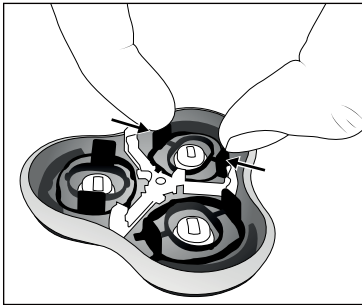

Fig. 3
- 2) Tryk de to tapper sammen, og løsn de sorte holdere til skærehovederne fra stopmekanismen (se fig. 3). Nu kan du tage skærehovederne og knivene af.